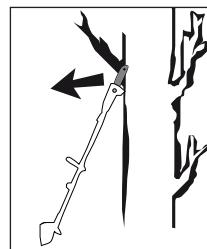

Abb. 2
- Rückschlag kann auftreten, wenn die Spitze des Schwertes ⑯ einen Gegenstand berührt oder wenn das Holz sich biegt und die Sägekette ⑰ im Schnitt festklemmt (siehe Abb. 2).